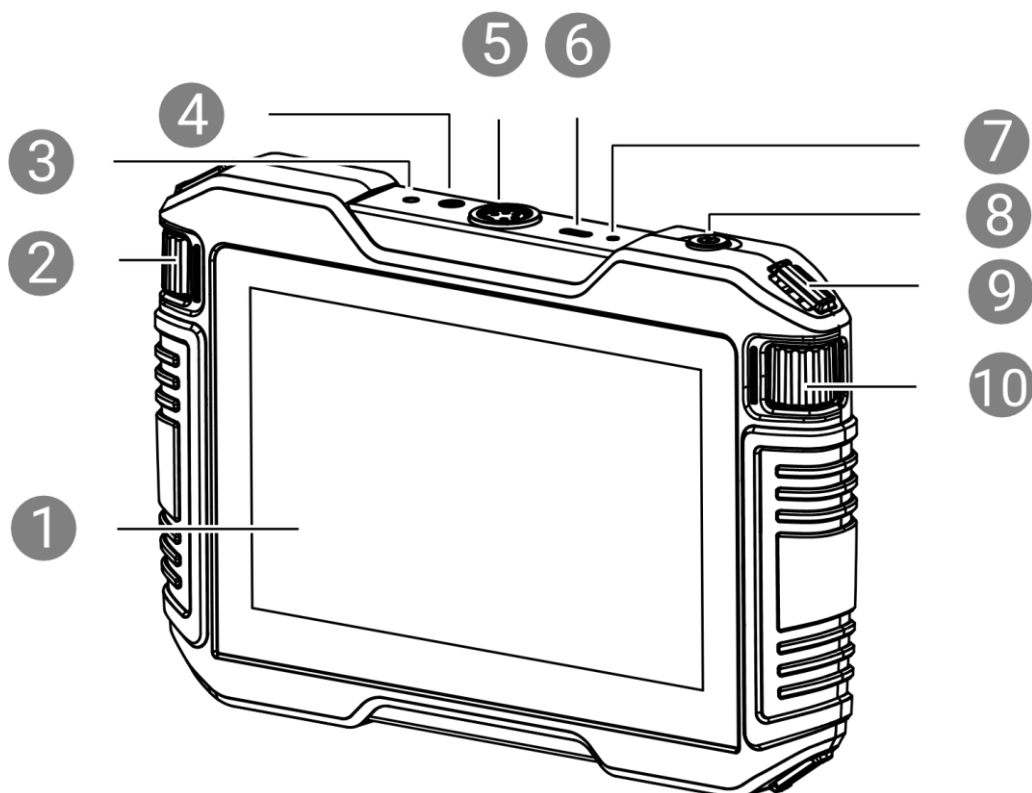

Figura 1-1 Corpo principale del dispositivo
2. Regolare la gamma di frequenza scorrendo la rotella di frequenza (n. 10 in Figura 1-1)